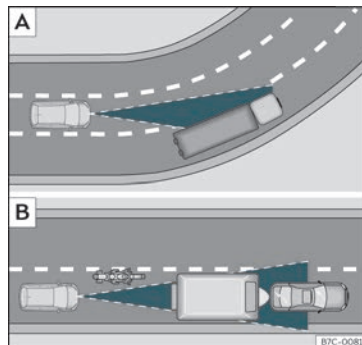

Fig. 220 [A] Veículo numa curva. [B] Motociclo que circula à frente, fora do raio de alcance do sensor de radar.
Ao entrar ou sair de algumas curvas o sensor de radar pode deixar de captar o veículo que circula à frente ou reagir face a um veículo da faixa contígua » » » **Fig. 220** A. É possível que o veículo trave de forma desnecessária ou deixe de reagir face ao veículo que segue à frente. Neste caso, o condutor deve intervir acelerando ou interrompendo a travagem pressionando o travão ou empurrando o terceiro manípulo para a posição **CANCEL** » » » **Fig. 217** ③.
O sensor de radar apenas pode detetar veículos estreitos ou veículos que circulam desalinhamados quando estes entram no seu raio de alcance » » » **Fig. 220** B. Nestes casos, trave você mesmo se necessário.